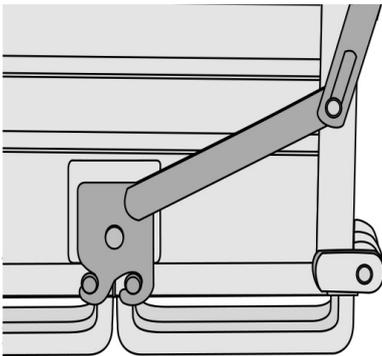

Fig.6.2.12
- 6.2.15 Asegúrese de que los dispositivos de fijación de los fondos estén bien sujetos (**fig.6.2.12 - fig.6.2.13 - fig.6.2.14**).